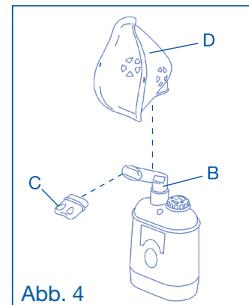

Abb. 4
4. Setzen Sie sich bequem hin und halten Sie das Inhalationsgerät in der Hand. Bringen Sie das Mundstück (B) an den Mund oder benutzen Sie das Nasenstück (C) oder die Maske (D) oder (E) (Abb. 4).